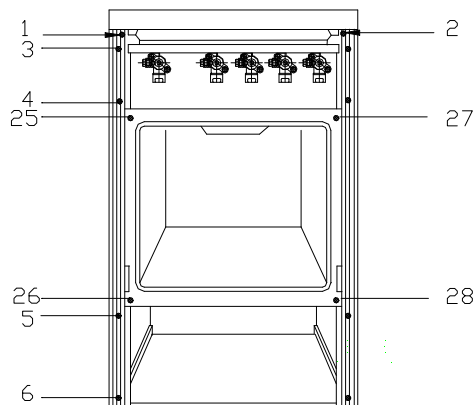

Рис. 12
- отвернуть винты поз. 1 и 2 для удобного доступа и возможности приподнимать рампу при разборке (рис. 12);
- отвернуть два винта поз.3 и 4 крепления боковой стенки в верхней части (рис. 12);
- открыть нижнюю дверцу, отвинтить два винта поз.5 и 6 крепления боковой стенки к стойке плиты в нижней части (рис.12);
- отвинтить два винта поз.25, 26, снять стойку и заменить ее (рис.12);
- отвинтить 4 винта крепления передней стороны муфеля (поз.25,26,27,28) (рис.12), и, поддерживая муфель за внутреннюю поверхность, потянув на себя, вытащить его, не повреждая изоляцию, предварительно раздвинув боковые стенки;